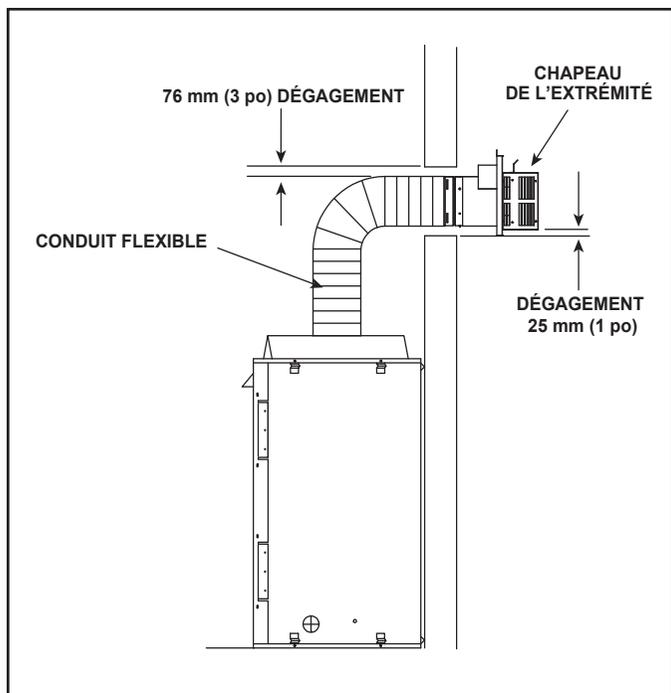

Figure 4.8 Conduit d'évacuation flexible – Foyer générique illustré
Le conduit doit être soutenu chaque fois qu'il change de direction et partout où un dégagement avec les matériaux inflammables doit être garanti. Une installation simple « vers le haut et à l'extérieur » (figure 4.8) ne nécessite que les supports nécessaires à maintenir les dégagements par rapport aux matériaux inflammables. Cependant, le point d'attache du conduit d'évacuation et les pare-feux sont considérés comme étant des supports.
****Remarque :** Lorsque vous utilisez une ventilation **SLP-FLEX (6-5/8 po.)**, il **DOIT** y avoir une réduction de 25 % de H total avec une ventilation flexible. Voir la figure 4.8.
Voir la figure 4.8.